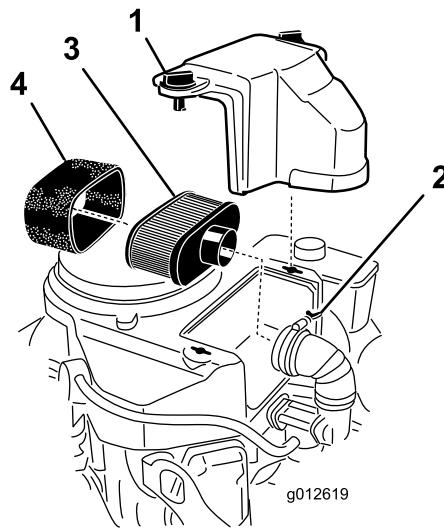

Figura 37
3. Limpie alrededor del limpiador de aire de forma que la suciedad no penetre en el motor y cause daños (Figura 37).
4. Afloje los pomos de la tapa y retire la tapa del limpiador de aire (Figura 37).
5. Afloje la abrazadera y retire el conjunto del limpiador de aire (Figura 37).
6. Retire cuidadosamente el filtro de gomaespuma del filtro de papel (Figura 37).
1. Deslice cuidadosamente el filtro de gomaespuma sobre el filtro de papel (Figura 37).
2. Coloque el conjunto del limpiador de aire sobre la base del limpiador de aire o la manguera y sujetelo (Figura 37).
3. Coloque en su posición la cubierta del limpiador de aire y apriete el pomo de la cubierta (Figura 37).